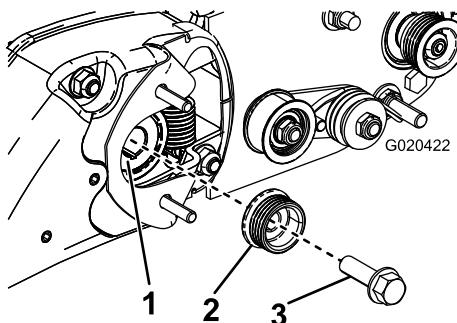

Figura 10
1. Rimuovete il bullone che fissa la puleggia del groomer all'albero di trasmissione ed eliminate (Figura 10).
3. Fissate la puleggia motrice all'albero con un bullone a testa flangiata (3/8" x 2") (Figura 10). Serrate il bullone a un valore compreso tra 47 e 54 N·m.